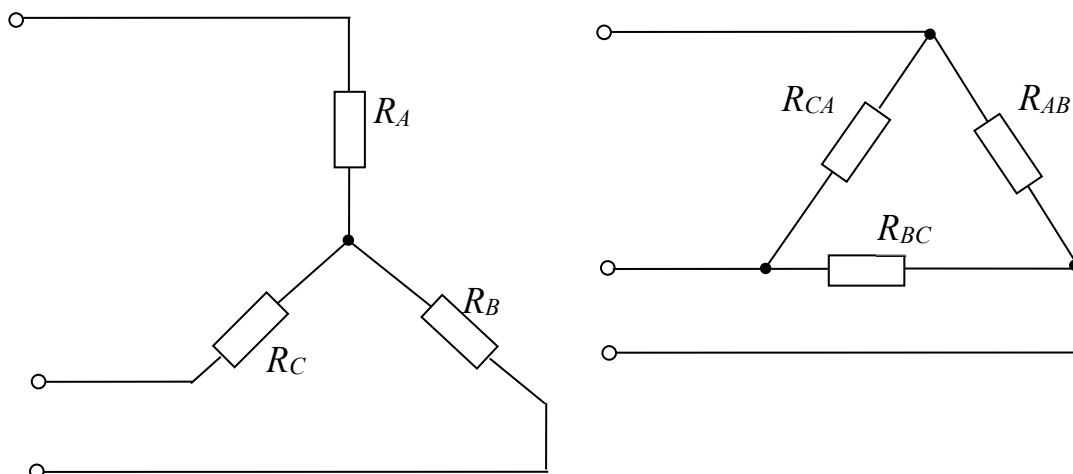

Рисунок 2 – Соединение резисторов звездой и треугольником
- преобразование треугольника резисторов в эквивалентную звезду и наоборот (рисунок 2).